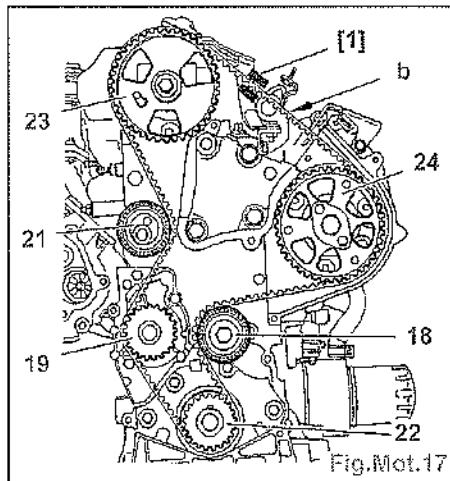

Fig.Mot.17
- Remplacer la courroie de distribution, brin «b» bien tendu, dans l'ordre suivant (Fig. Mot.17) :
- poulie d'arbre à cames (23),
- poulie de pompe haute pression carburant (24),
- galet enrouleur (18),
- pignon de vilebrequin (22),
- pignon de pompe à eau (19),
- galet tendeur (21).